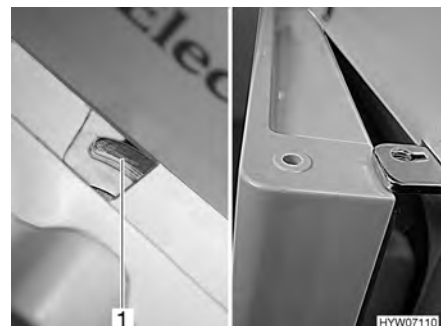

Bild 194 Kylskåpsdörr i ventilationsläge (Dometic 7-serie)
- Fäll låsanordningen helt åt höger. Kylskåpsdörrens läge låses av dörrspärren (Bild 194,1). Därvid stannar kylskåpsdörren i öppet läge (Bild 194).